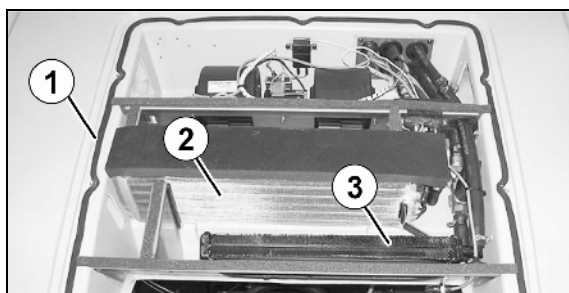

Bild 171
2. Blås ur förångaren (Bild 171/2) och varmvattenelementet (Bild 171/3) med tryckluft (max 5 bar).
3. Byt ut skadade tätningar (Bild 171/1) under locket .